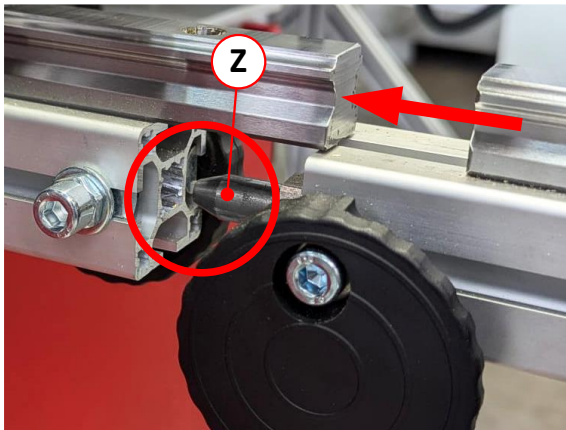

Abbildung 13: Zentrierbolzen (Z) und Aufnahmebohrung
7. Schieben Sie das getrennte Element danach komplett und bündig an das fixe Untergestell heran, sodass der in der ⇒ Abbildung 13 gezeigte Zentrierbolzen (Z) in die Aufnahmebohrung des fixen Untergestells eingeführt wird.